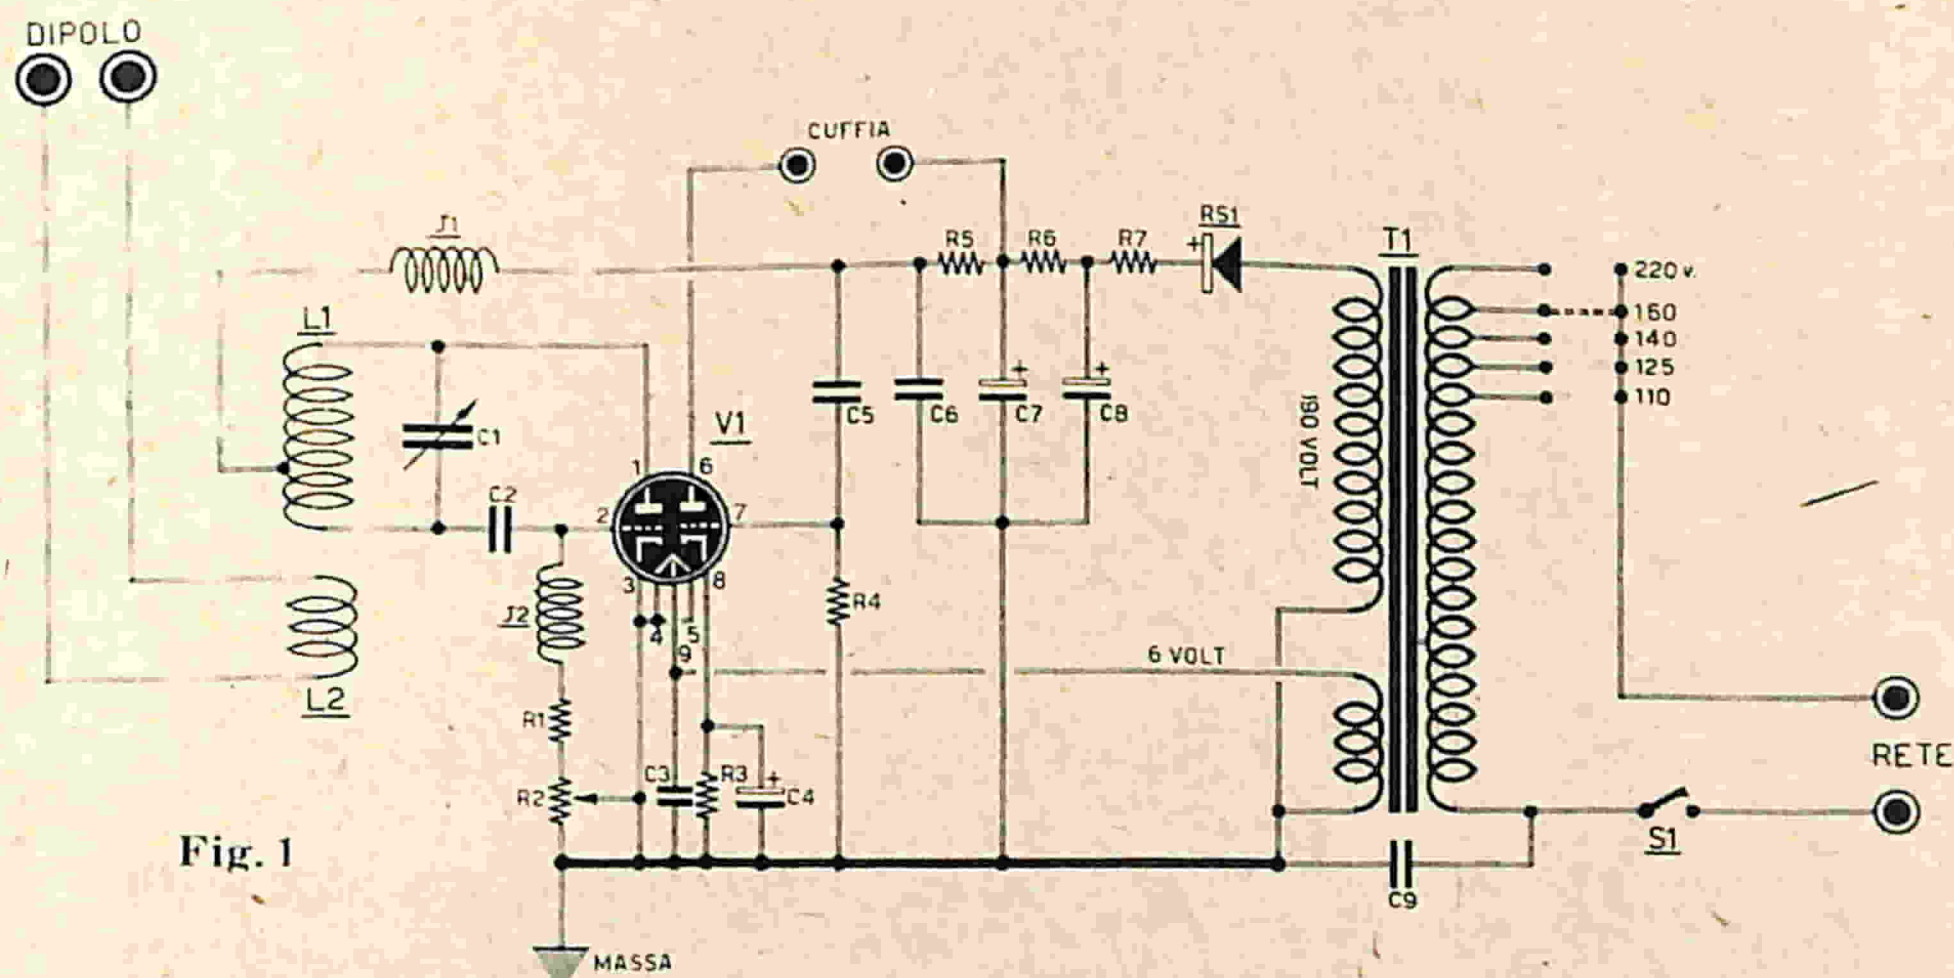

Fig. 1
1) Si ricavano i traversini superiori e inferiori da balsa dello spessore di mm. 3. L'operazione appare quanto mai semplice: il traversino superiore (da costruire in doppio) è costituito dai pezzi indicati con le sigle LTS ed LCS da unire (vedi fig. 1) mediante l'uso di collante.